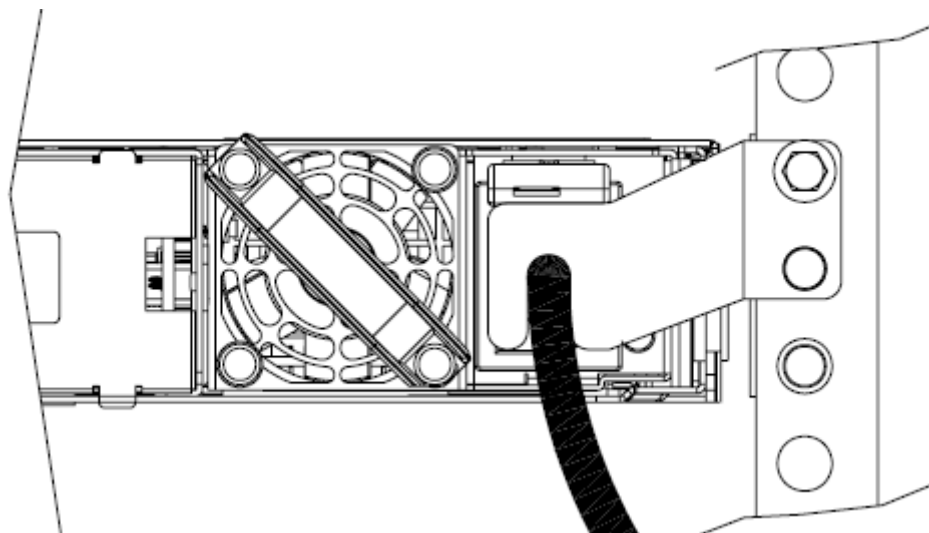

図 35. ケーブル保持ブラケット・タイプ B が取り付けられた SAN ボリューム・コントローラー 2145-8G4
2. 53 ページの図 35に示すように、キャビネット背面で、電源機構の隣にあるノードのサイド・レールから固定ボルトを取り外します。